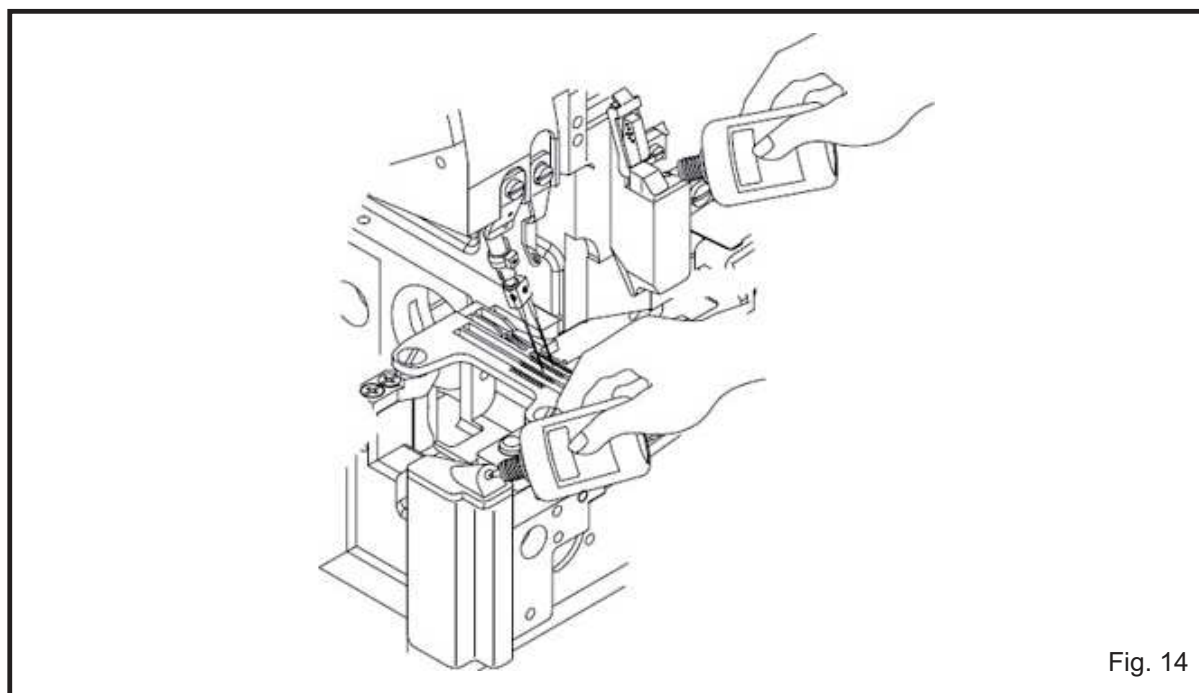

Fig. 14
3. óleo lubrificante de resfriamento da agulha: ÓLEO DE SILICONE.(Fig. 14)